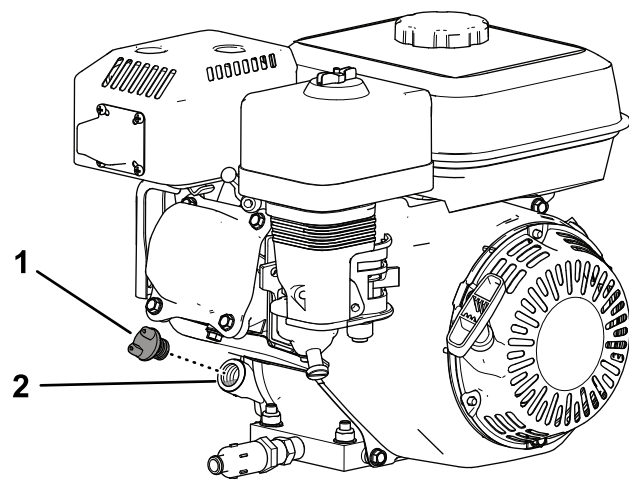

Figura 27
2. Limpe a zona em torno do tampão de enchimento de óleo (Figura 27).